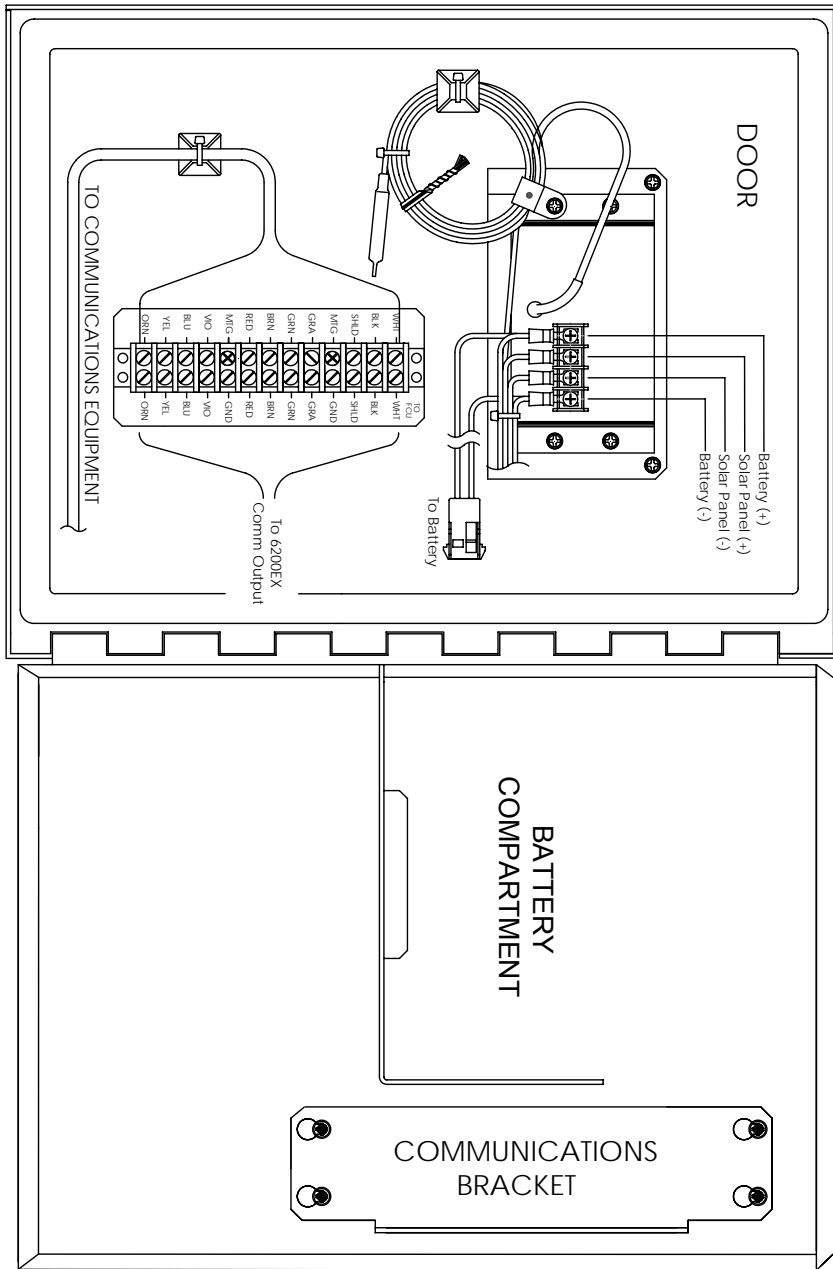

图 10 (模型 6270 可选设备单元)
8. 太阳能电池板电源线连接到阵列输入端子 (请参见图 10)。从 OEU 上取下扣式插头之一并安装连线接头。从缆线接头上取下螺帽、密封环和橡胶索环。将螺帽、密封环和索环滑到缆线上并将缆线穿过缆线接头的主体。令电源线足够长, 可以延伸到设备上, 以便连接到阵列输入 +/- 端子。